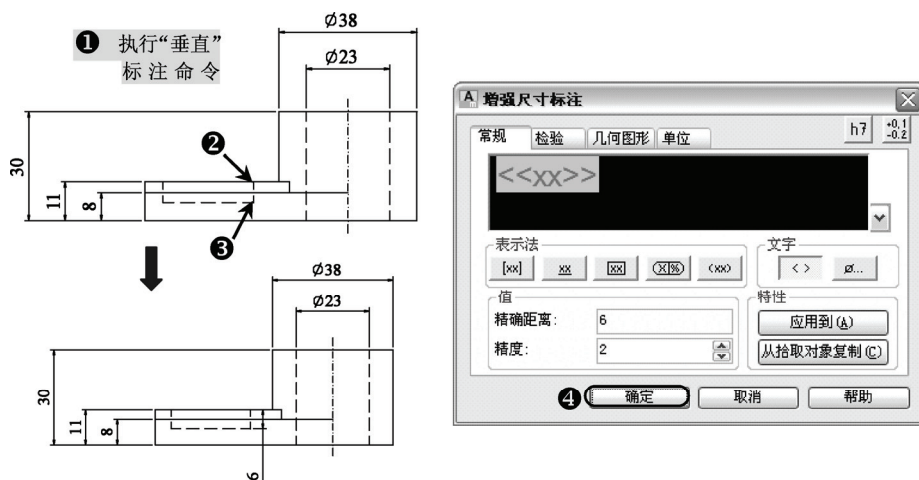

图 4-37 垂直标注
4) 执行“垂直”命令 (ampowerdim_ver) 后, 选择图示的两点, 在单击尺寸数字放置位置, 弹出的“增强尺寸标注”对话框, 因为该尺寸不需要添加标识, 所以直接单击“确定”, 对“主视图”中的键槽深度进行标注, 如图 4-37 所示。